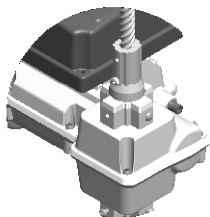

Fig: 3
- Instale o fuso no furo do acoplamento Fig. 3;
- Instale el eje en el orificio superior del acoplamiento Fig. 3;